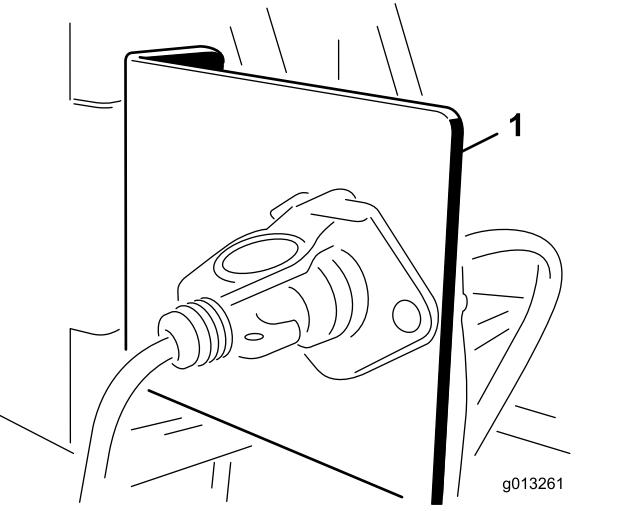

图8
1. 使用提供的其中 1 个安装支架将插座支架安装到牵引车后面的固定点上 图8。